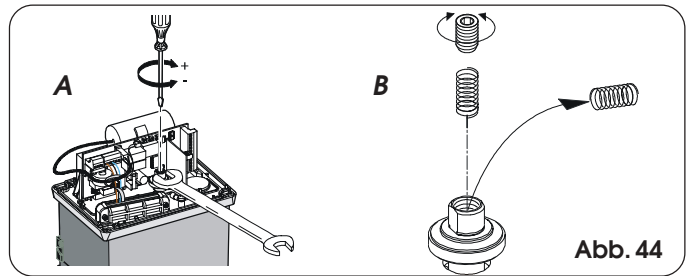

Abb. 44
- **Der Antrieb wird in der Standardausführung mit der Einstellfeder der Kupplung für Tore bis 1000 kg geliefert. Für Tore mit höherem Gewicht ist die andere mitgelieferte Feder zu verwenden. Zum Auswechseln der Feder sind die in Abb. 44 bez. B enthaltenen Anweisungen zu befolgen.**